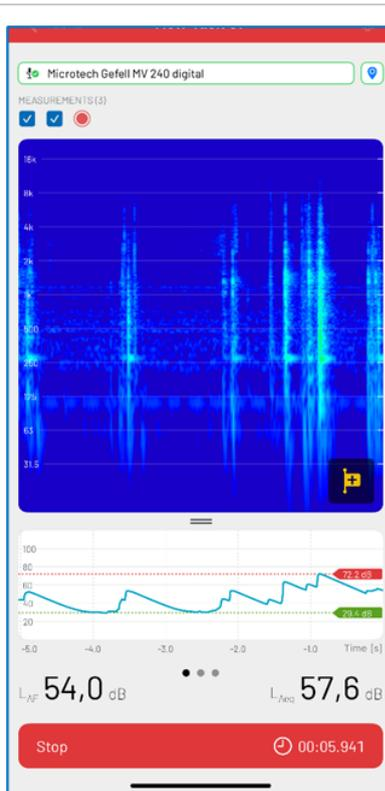

Abbildung 10.1: Aktive Messaufzeichnung
- Nach dem Starten der Messung zeigt die rote Farbe im Display an, dass die Aufzeichnung aktiv ist (Abbildung 10.1).